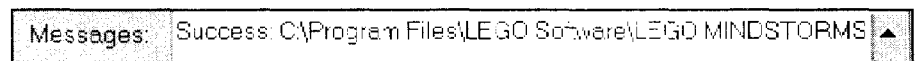

Рис. 23. Сообщение об успешной конвертации файла
12. Если конвертация прошла успешно (**Success**), появится сообщение (рис. 23):